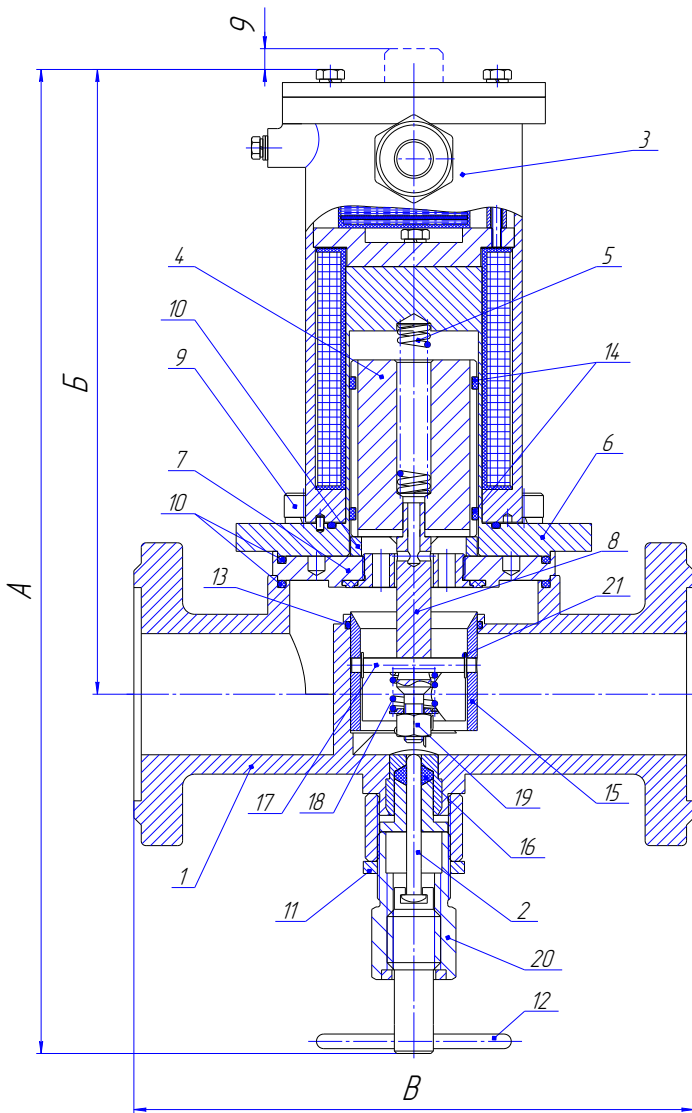
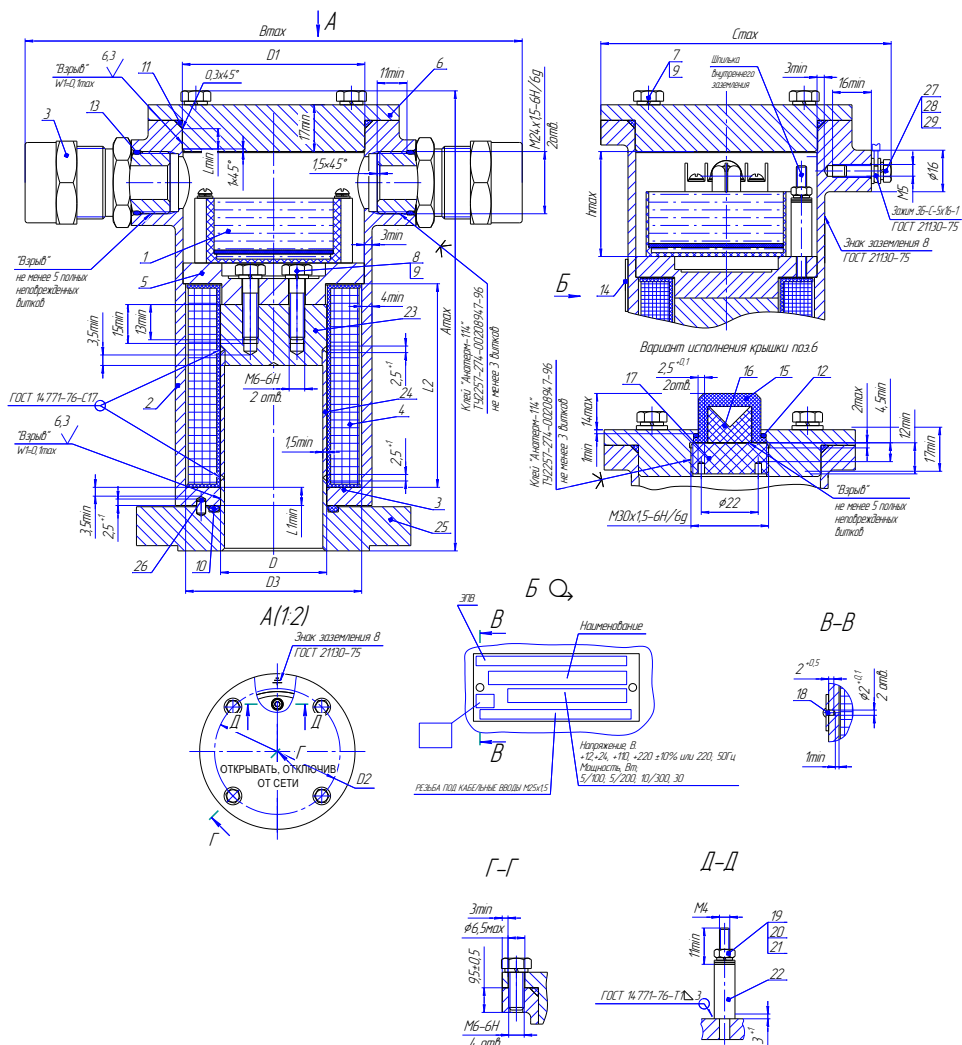

Рис. 1. Клапан. Общий вид.
Рисунок 3. Привод. Чертеж средств взрывозащиты
Клапан состоит из следующих основных узлов и деталей (см. рисунок 1): корпуса 1, электромагнитного привода 3, разделительной трубки 6, сердечника 4 с направляющими кольцами 14 и возвратной пружины 5, штифта 17, затвора 15, оправы с уплотнительным элементом 7, прижимной пружины 18, гайки 19 и деталей ручного дублера 2, 11, 12, 16, 20.
Обозначения на рис. 1а,б: 1-корпус(Сталь 10X18Н9Л ГОСТ 977-88), 2- шток (Сталь 12X18Н10Т ГОСТ 5632-72), 3- электромагнитный привод (см.рис.3), 4- сердечник (Сталь 14X17Н2 ГОСТ 5632-72), 5,18- пружина (Проволока ВО-2 ТУ3-1002-77), 6- трубка разделительная(Сталь 12X18Н10Т ГОСТ 5632-72/14X17Н2 ГОСТ 5632-72), 7- оправка (Сталь 14X17Н2 ГОСТ 5632-72), 8- шток (Сталь 12X18Н10Т ГОСТ 5632-72), 9- винт А2 DIN127, 10,13-кольца уплотнительные (резиновая смесь. Марка в зависимости от исполнения)затвор (Сталь 14X17Н2 ГОСТ 5632-72), , 11- гайка (Сталь 09Г2С ГОСТ19281-89), 12- ручка (Сталь 12X18Н10Т ГОСТ 5632-72), 14- кольцо (фторопаст-4 ГОСТ 10007-80 Е), 15-затвор (Сталь 14X17Н2 ГОСТ 5632-72), 16- кольцо (фторопаст-4 ГОСТ 10007-80 Е), 17-ось (Сталь 12X18Н10Т ГОСТ 5632-72), 19-гайка А2 DIN934 20-гильза(Сталь 09Г2С ГОСТ19281-89)
Электромагнитный привод (ЭПВ) представляет собой электромагнит постоянного тока со схемой управления режимом работы и состоит (см. рис.3) из корпуса 2 с двумя кабельными вводами и крышкой 6, катушки 4, прижимного фланца 5 и электронного блока управления 1 (модуль СФУ).
- заключения его электрических цепей во взрывонепроницаемые металлические оболочки по ГОСТ ИЕС 60079-1. Взрывоустойчивость оболочек проверяется при изготовлении испытаниями избыточным давлением 1,5 МПа. Сопряжения деталей, обеспечивающих взрывозащиту показаны на чертежах средств взрывозащиты (рисунок 3, 4). На поверхностях, обозначенных "Взрыв" не допускаются раковины, забоины, вмятины, ржавчина, чернота, наличие краски и другие дефекты.
7.2.2 Присоединить питающий кабель к приводе в последовательности (см. рис. 3, 4, 5):